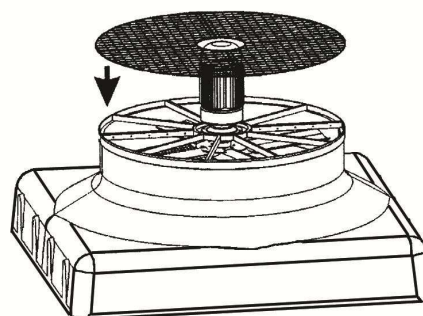

Fig. 20
- a) Check that the grating to protect the fan is assembled, otherwise assemble (Fig 20).
- a) Vérifier si la grille de protection du ventilateur est montée, dans le cas contraire, la monter (fig. 20).
- a) Überprüfen, ob das Schutzgitter des Ventilators montiert ist. Sollte dies nicht der Fall sein, muss es befestigt werden (Abb. 20).
Figures 20 to 24 show the different possible layouts, according to tower model.
Figure 20 to 25 show the different dimensions.
Les possibles dispositions selon le modèle de la tour sont montrées sur les figures 20 à 25.
Les dimensions sont indiquées sur les figures 20 à 25.
In den Abb. 20 bis 24 werden die möglichen Anordnungen je nach Kühlturmmodell gezeigt.